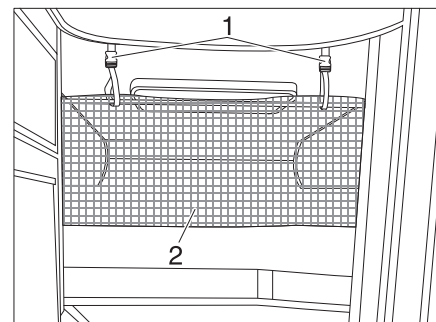

Fig. 171 Filet de sécurité
Le filet de sécurité (Fig. 171,2) de série est rangé entre le matelas et le sommier à lattes. Ne tendre le filet de sécurité qu'une fois que la personne se trouve dans le lit.
- Faire s'enclencher les sangles de retenue (Fig. 171,1) dans les œillets du plafond.